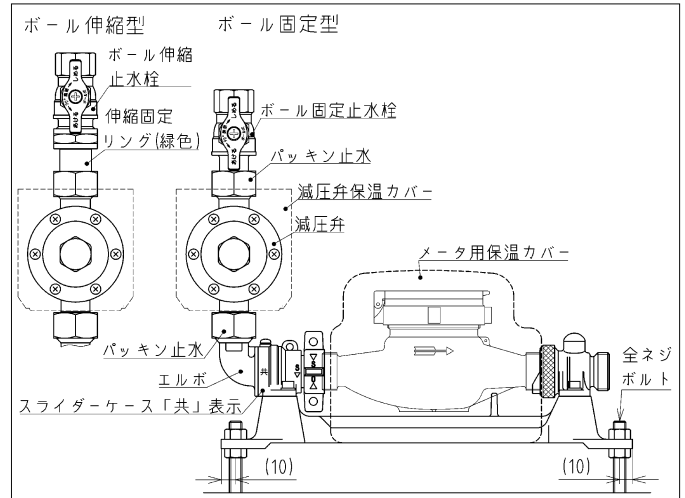

図1
- ① 接続する配管は、洗浄・排水し、内部の異物を取り除いて、清浄な状態として下さい。
- ② 配管接続前にメータセットを水平に設置するため、コンクリート地面に墨入れした後、メータセットを取付ける位置へ、アンカーボルト又は全ねじボルトを埋めておいて下さい。推奨ねじの呼びは、W3/8 又は M10 です。（図1参照）
- ③ ボルトにメータセットを仮固定し、配管を接続します。
配管接続後、メータセットを水平にして、アンカーボルト又は全ねじボルトに六角ナット及び座金を使用し、動かないように固定して下さい。（図1参照）
メータセット GL 型の1次側はボール止水栓、減圧弁及びエルボで構成されています。（図1参照） 各々は、袋ナット接続、バックシン止水方式になっています。